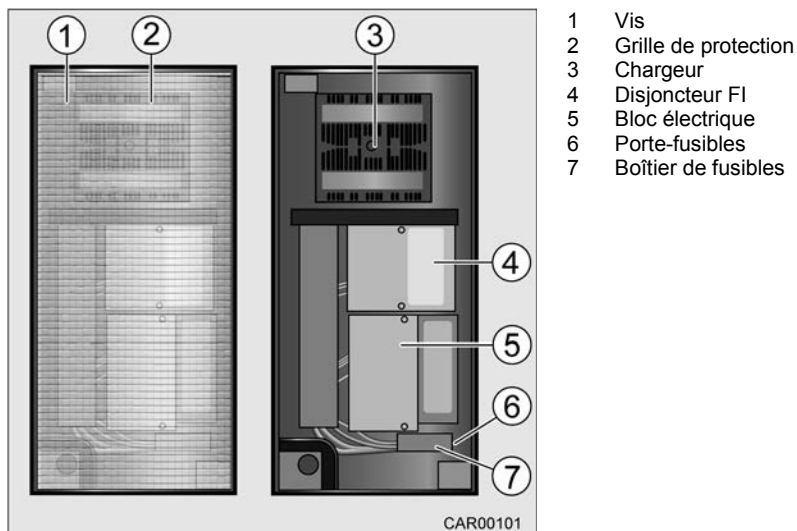

Fig. 111 Bloc électrique dans le garage
Le bloc électrique fonctionne uniquement en combinaison avec le panneau de contrôle. Le bloc électrique (Fig. 111/5) est installé dans le garage derrière une grille de protection (Fig. 111/2). Derrière la grille de protection (Fig. 111/2) se trouve également un boîtier de fusibles gris (Fig. 111/7).
D'autres options se trouvent sur le porte-fusibles (Fig. 111/6).
Pour protéger l'appareil d'une fausse manipulation, le bloc électrique (Fig. 111/5) et le chargeur (Fig. 111/3) sont installés derrière une grille de protection (Fig. 111/2) perméable à l'air et amovible.
1. Desserrer les vis (Fig. 111/1) les unes après les autres en les tournant un quart de tour dans le sens anti-horaire.
2. Enlever la grille de protection (Fig. 111/2).
3. Une fois les travaux terminés, immédiatement remettre en place la grille de protection (Fig. 111/2).
- Pour protéger l'appareil d'une fausse manipulation, immédiatement remettre en place la grille de protection (Fig. 111/2) sur le bloc électrique (Fig. 111/5) après les travaux.
Le chargeur (Fig. 111/3) a été spécialement développé pour le secteur des caravanes et des bateaux pour charger des batteries gel de 12 V.